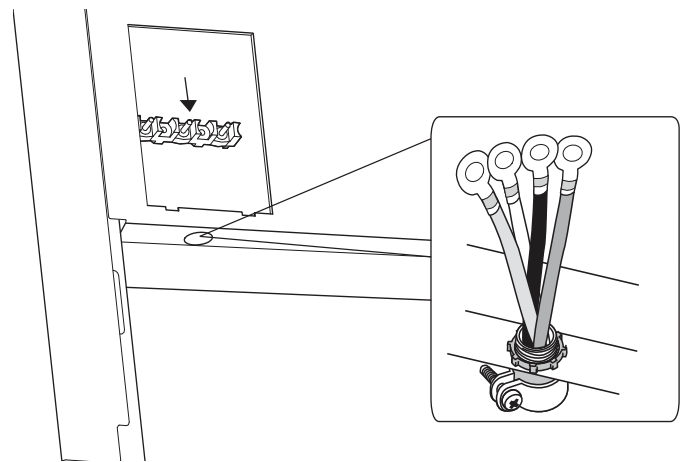

Figure 9 : Emplacement de la bride de cordon
Localisez le bloc de jonction à l'arrière de l'appareil et enlevez le couvercle (consultez la *Figure 9*). Le conduit doit être fixé à la boîte de connexion à l'aide d'un connecteur de conduit approuvé. L'extrémité libre du conduit de câbles doit être branchée à un bloc de jonction installé dans la zone d'alimentation électrique, comme illustré sur la *Figure 4* à la page 33.
Installez une bride de cordon (non fourni) dans le trou de 1 po (25,4 mm) de diamètre situé sous le bloc de jonction (voir *Figure 9*). Le câblage de l'appareil doit être acheminé au bloc de jonction par le conduit et à travers la bride de cordon. Les extrémités des fils doivent être munies de cosses en boucle de $\frac{1}{4}$ po, préférablement soudées sur place. Faites les connexions au bloc de jonction fourni.
1. Repérez le bloc de jonction à l'arrière de l'appareil et enlevez le couvercle (voir la *Figure 9*).